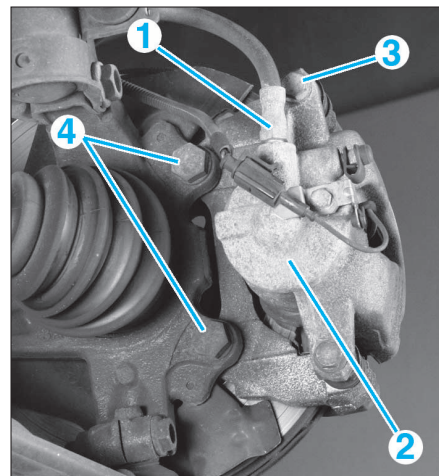

FIG. 6
- Débrancher le flexible de frein (1) de l'étrier (2) (Fig.6).
- Déposer les 2 vis de fixation (4) du support d'étrier (Fig.6).